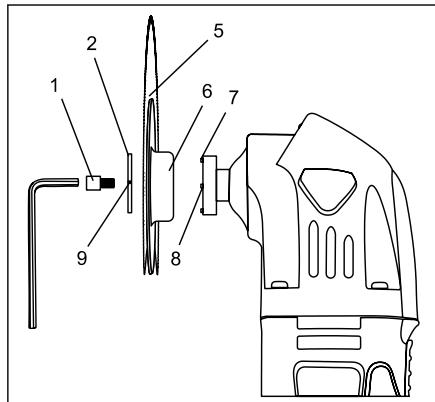

Fig. 2
**2.** Поместите лезвие (5) держателя аксессуаров (рис. 2).
- Убедитесь, что слоты выравнивания (6) совпадают с штифтами (7). Держатель аксессуаров и печатной стороне лезвия направлено к инструменту.
**3.** Pass винты (1) в шайбу (2) и лезвие и вставить его в резьбовое отверстие держателя (8).